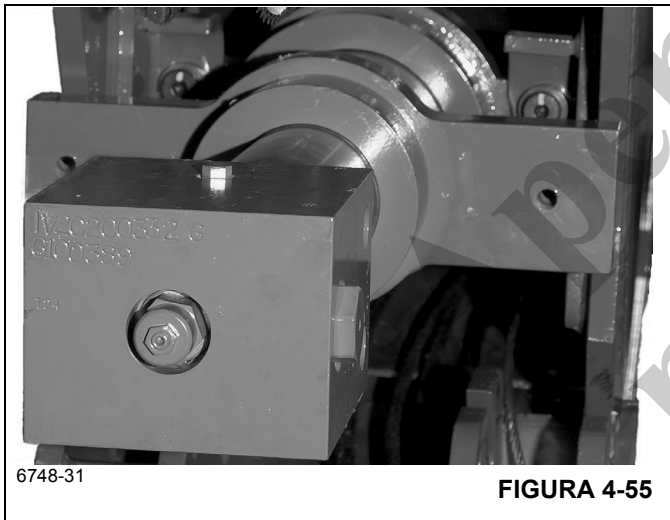

FIGURA 4-55
19. Gire o suporte do cilindro para facilitar a montagem na seção intermediária interna. (Figura 4-55)